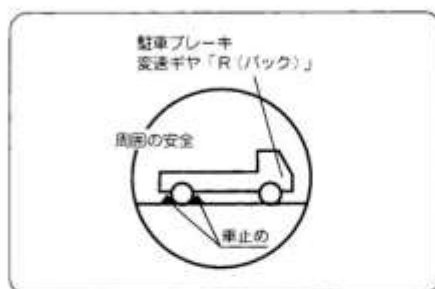

図54
■自動車（トラック）への積込み・運搬 (図54)
- ①トラックを平坦な場所に止め、駐車ブレーキをかけます。
- ②あゆみ板を荷台に確実に固定します。
- ③上り、下りは最低速で走行します。あゆみ板の上ではサイドクラッチレバーの操作はしないでください。
- ④主変速レバーは「低」位置に入れ、また主クラッチレバーも「入」位置にしておきます。
- ⑤機体は荷台にロープで確実に固定します。
- ⑥機体にロープをかけるときは、後ヒッチ・車輪・前スタンド・ハンドル部2カ所を固定してください。